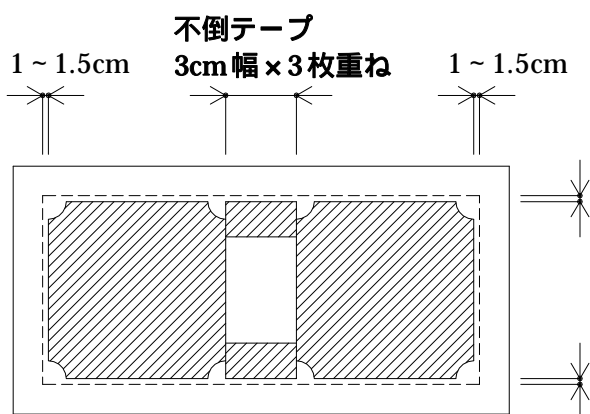

図 21
- 手順 3. 不倒シート 2 枚を棹石のサイズに合わせて、上台に貼ります。(図 21 参照)
また不倒シートの間を 3cm 幅の不倒テープ 3 枚重ねで 2 箇所貼ります。(図 21 参照)